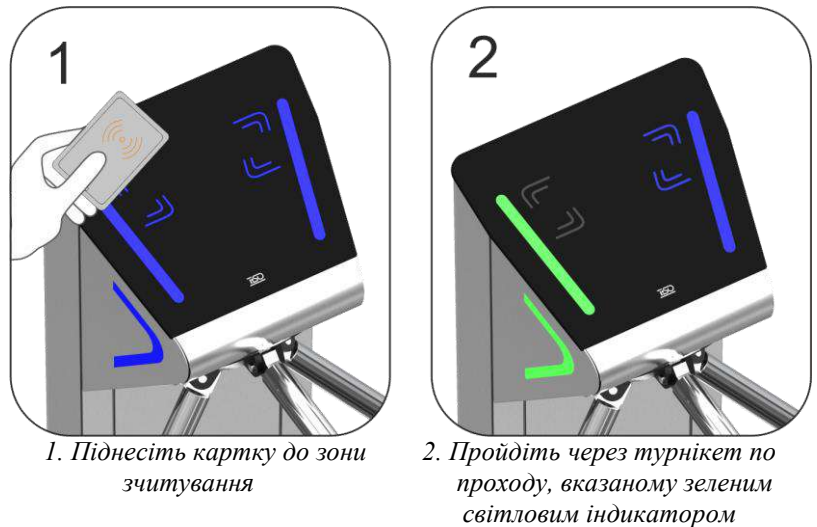

Рис.6 – Принцип роботи при використанні безконтактних карток за наявності системи контролю та управління доступом
1.4.2.3 Після надходження на контролер команди на прохід у напрямку «А» або «В» на світлодіодному дисплеї засвічується зелений індикатор (Рис.6) у заданому напрямку, планки звільняються від блокування. Після легкого поштовху планки рукою у напрямку проходу спрацьовує сервопривід та повертає перегороджуючі планки у заданому напрямку. Після проходу людини через турнікет планки продовжують плавно обертатися вперед (довертаються), поступово загальмовуючись, і при досягненні певного кута повороту, блокуються за допомогою двох стопорів робочого механізму.